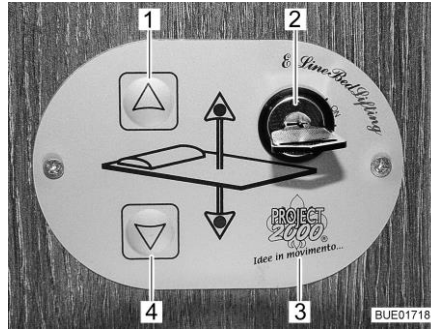
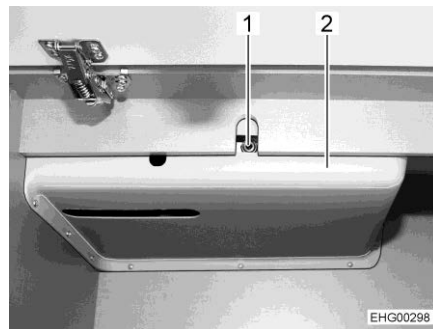

Bild 148 Kontrollenhet
Bild 152 Åtkomst till drivenheten
Med knapparna (Bild 148,1 och 4) på kontrollenheten (Bild 148,3) sänks och lyfts den höjbara sängen. Med nyckelbrytaren (Bild 148,2) säkras kontrollenheten mot obehörig användning.
- Vrid nyckeln i nyckelbrytaren (Bild 148,2) 90° medurs. Kontrollenheten (Bild 148,3) är aktiverad.
- Tryck på pilknappen (Bild 148,4) och håll den så länge intryckt till den höjbara sängen sänks ned till önskad position.
- Tryck på pilknappen (Bild 148,1) och håll den så länge intryckt till den höjbara sängen lyfts fram till gränsställningen.
Om den höjbara sängen inte längre kan flyttas med pilknapparna (Bild 148,1 och 4) kontrollera först säkringen bakom panelen (Bild 152,2) (se avsnitt 9.12.1). Om säkringen är OK och den höjbara sängen ändå inte kan röras, manövrera den höjbara sängen manuellt.
- Stick den medföljande veven eller insexnyckeln i hållaren vid motorn (Bild 152,1).